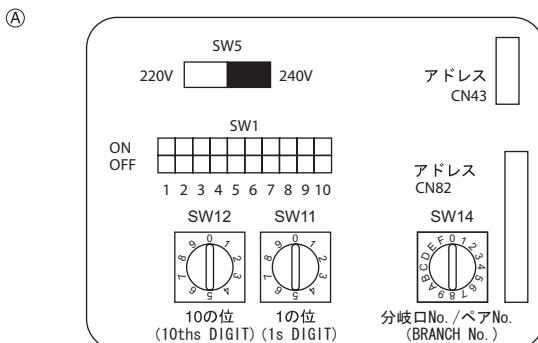

Fig. 5-5
- ① MA-afstandbediening
- ② M-NET-afstandbediening
- ③ Draadloze afstandsbediening (Bij installatie van een draadloze signaalontvanger)
5.5. De aansluitadressen instellen (Fig. 5-5)